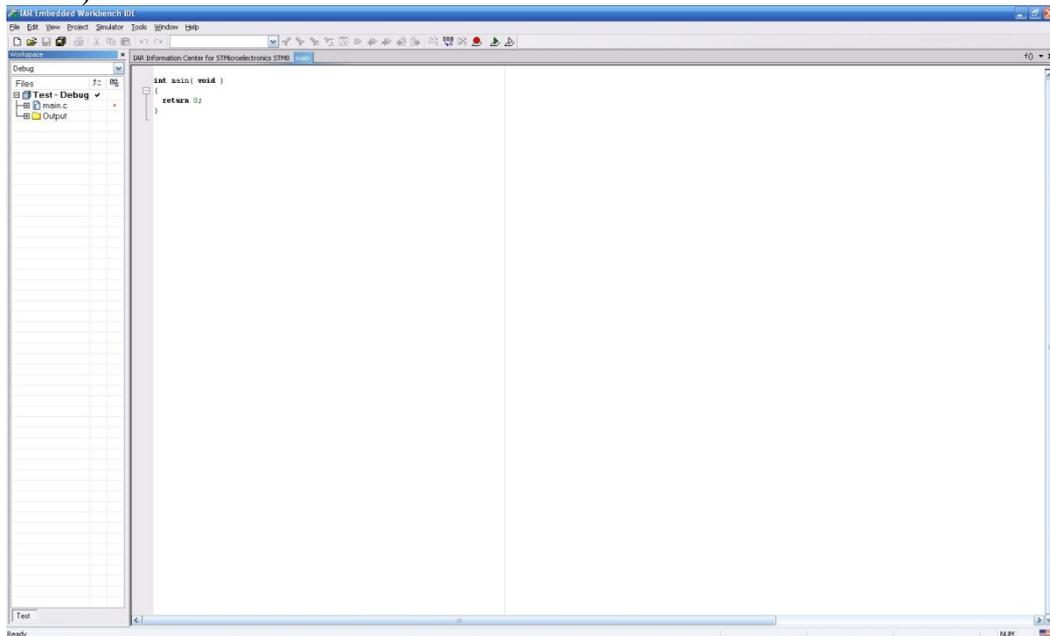

Рис. 2.5. Рабочее окно проекта
5. После сохранения проекта будет открыто рабочее окно проекта (рис. 2.5).